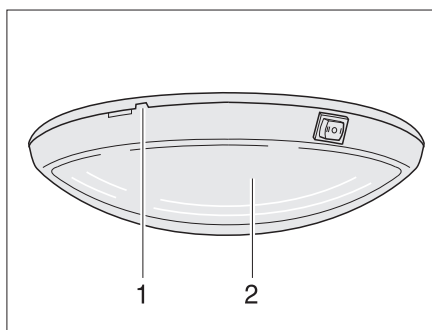

Fig. 104 Lampada a soffitto
- Sollevare e rimuovere con precauzione la copertura (Fig. 104,2) con l'ausilio di un utensile appropriato (p. es. un cacciavite) agendo sull'intaglio (Fig. 104,1).